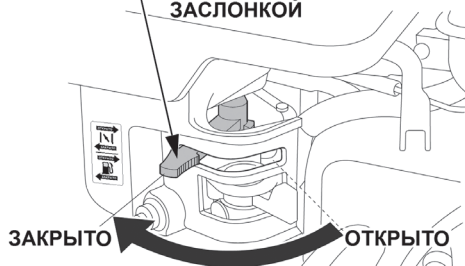

Рис. 18 Рычаг управления воздушной заслонкой
3. Закройте воздушную заслонку карбюратора. Для этого переведите рычаг управления воздушной заслонкой в крайнее левое положение (Рис. 18).